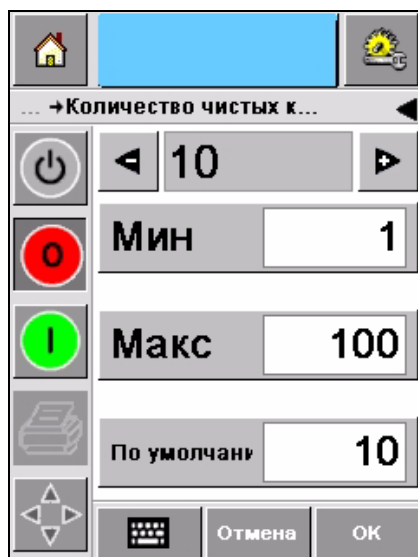

Рисунок 5-18: Prints per Cleaning Cycle (Маркировок за цикл очистки)
- 1 Нажмите Сервис -> Настройка -> Печатающая головка и с помощью полосы прокрутки спуститесь до опции Количество маркировок на цикл очистки. Введите нужное значение (Рисунок 5-18).